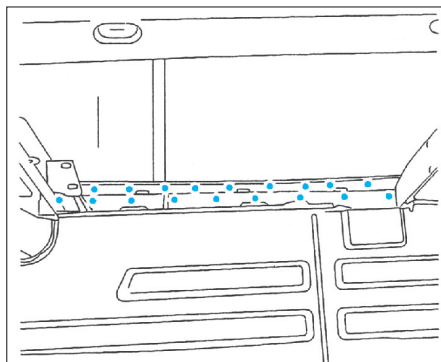

FIG. 65
- Souder par points bouchons MAG (Fig.65).